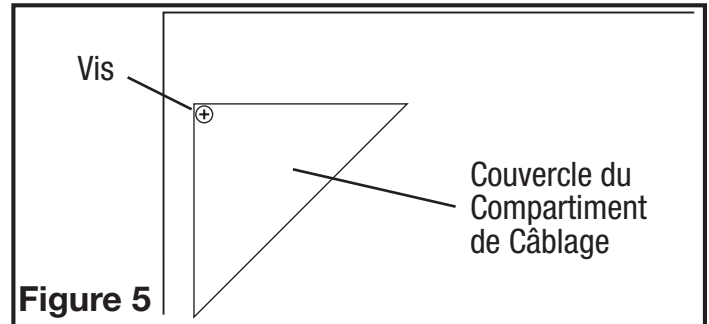

Figure 5
- 1a. Compartiment de Câblage Extérieur : Enlever la vis du couvercle du compartiment à câblage et mettre ce couvercle dans un endroit fiable (Figure 5).